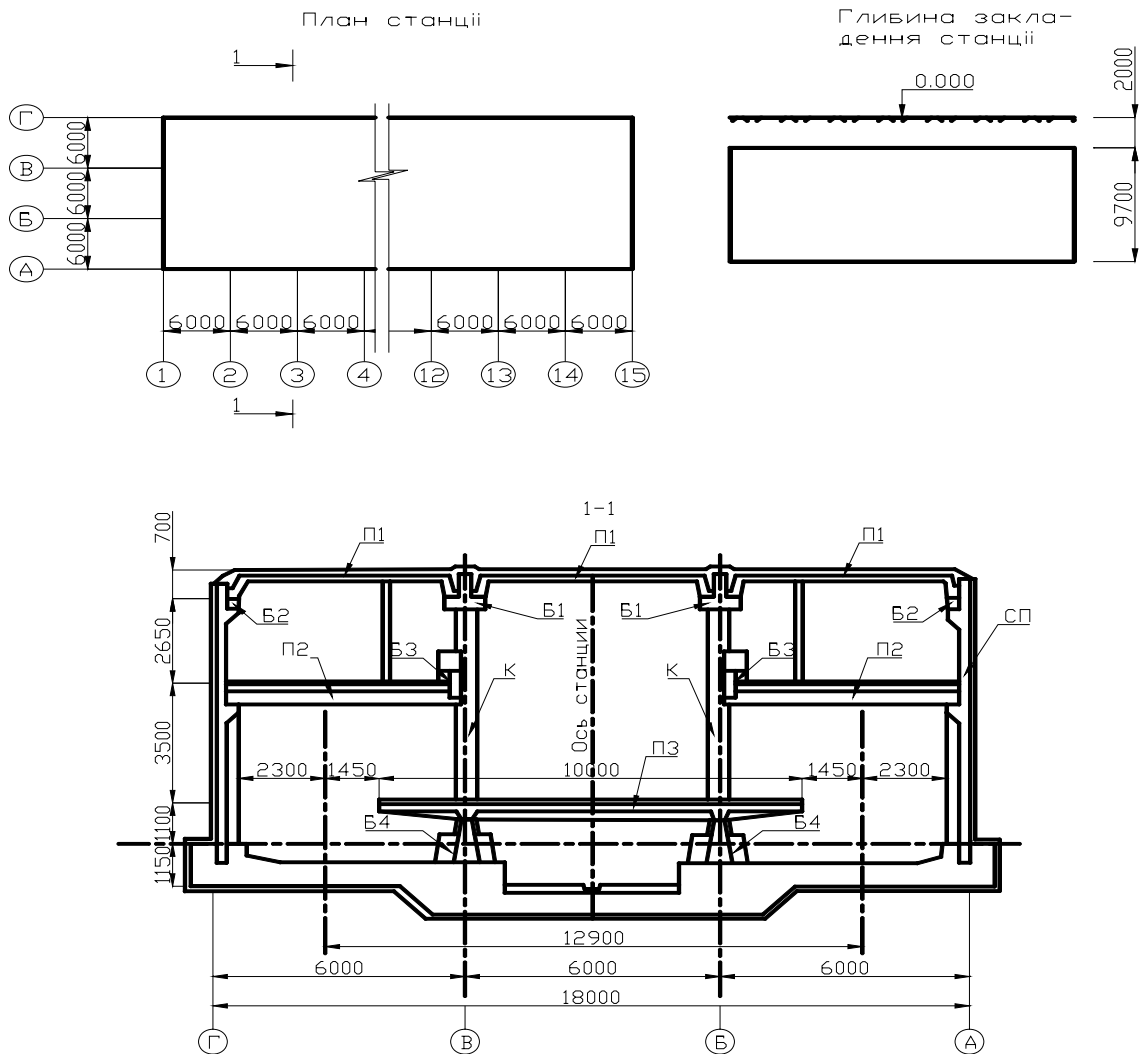

Рис. 1 – План і розріз станції
**Завдання.** Відповідно до рис. 1 і табл. 1 визначити об'єми земляних, бетонних та монтажних робіт при зведенні станції метрополітену відкритим способом. Скласти калькуляцію витрат праці і машинного часу, розробити календарний графік виконання робіт.